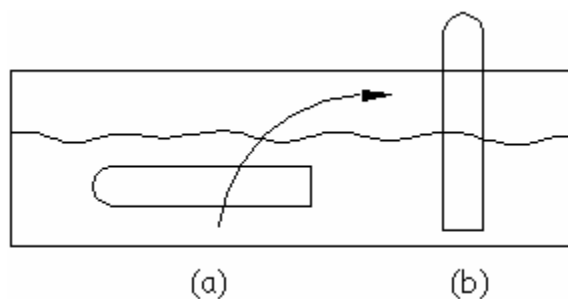

Figura 1
1. Llena el recipiente de plástico hasta el borde con agua e introduce en él los tubos de ensaye en posición horizontal. Levántalos con la boca hacia abajo, de manera que queden llenos de agua e invertidos sobre el recipiente (Figura 1).